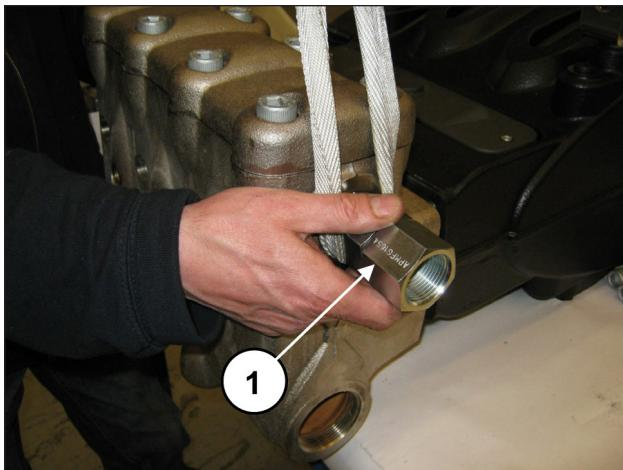

Fig. 106
Durante a desmontagem do cabeçote, preste atenção especial para não bater os pistões (pos. ①, Fig. 106).